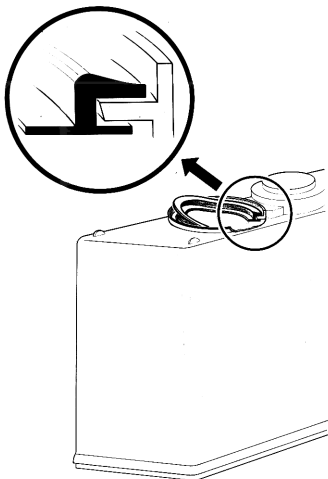

figura 10
- 3 - Poner la junta al contenedor, de modo que el borde de mayor espesor se quede exteriormente al mismo contenedor (ver figura 10).